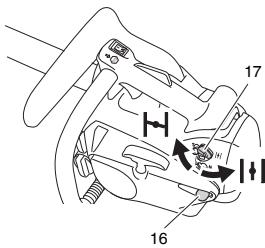

Fig. 12
- Pressez la pompe d'amorçage (16) une dizaine de fois pour que le carburant puisse s'écouler vers le carburateur (**Fig. 12**).
- Tournez le levier d'étranglement (17) vers le bas (**Fig. 12**). Cette opération permettra de verrouiller automatiquement le papillon du carburateur dans la position de démarrage.
- Quand vous entendez le premier allumage, ramenez le levier d'étranglement en position de fonctionnement. (**Fig. 12**)